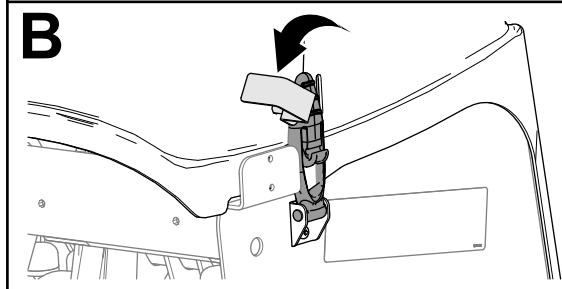

Bild 138
2. Drehen Sie die Sicherungsplatte, um den Riegel freizugeben (Bild 138).